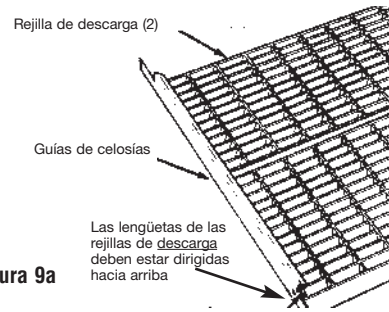

Figura 9a
- Coloque las dos guías de celosías sobre las dos rejillas de descarga, como se muestra en la Figura 9a.